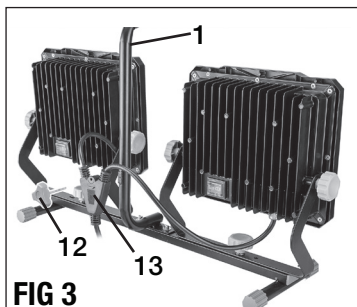

FIG 3
3. Se servir d'un bouton à vis (12) pour fixer le connecteur du câble d'alimentation (13) à la poignée de transport comme montré à la figure 3.